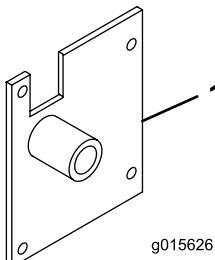

Figura 12
3. Usando los taladros de montaje del lado izquierdo del bastidor, sujeté el soporte de montaje izquierdo de la tolva al bastidor con 4 pernos ($5/16'' \times 1\frac{1}{4}''$) y contratuerzas (Figura 12).